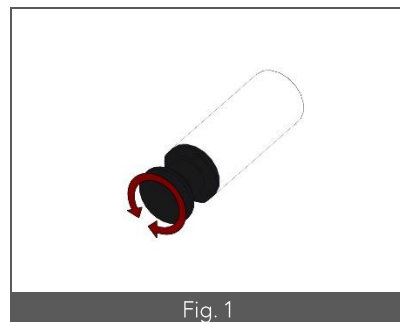

Fig. 1
- Actionner le commutateur (Fig. 1 – Rep. 4) du bac désiré pour mettre la fonction en service. Le voyant vert (Fig. 1 – Rep. 1) s'éclaire.
- Actionner le thermostat (Fig. 1 – Rep. 5) dans le sens horaire. Le voyant ambre (Fig. 1 – Rep. 4) s'éclaire, indiquant la chauffe du bain d'huile.